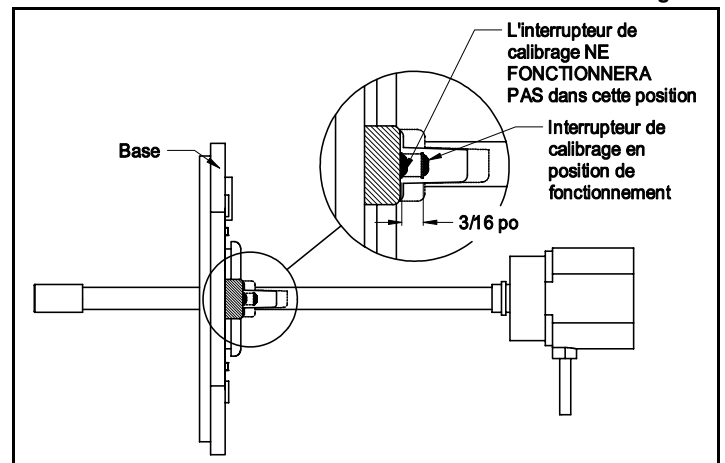

Figure 6
11. Si vous n'observez pas lueur bleue, assurez-vous que la base est correctement installée sur le conduit. Un interrupteur de sécurité est présent sur la base et doit être correctement fixé sur le conduit. Assurez-vous que quand on monte la base que la rondelle plaquée de commutateur est soulevé approximativement 3/16" et le commutateur est entièrement engagé. (Voir la figure 6)